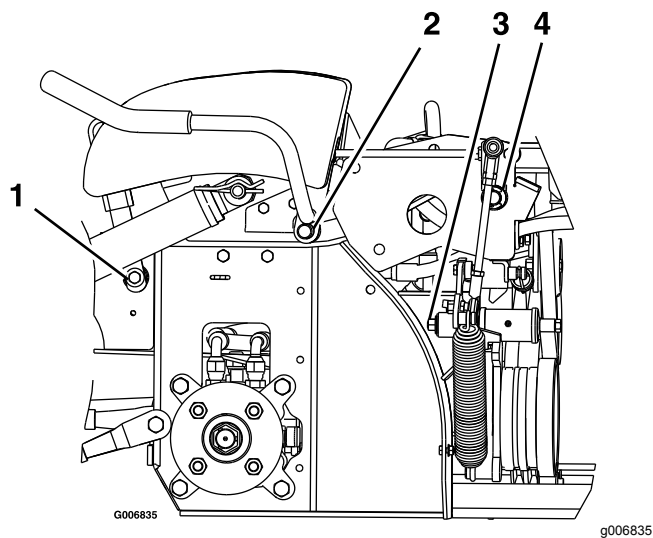

Figura 35
3. Lubrique los casquillos de bronce del pivote de la palanca de freno con lubricante en spray o aceite ligero (Figura 35).